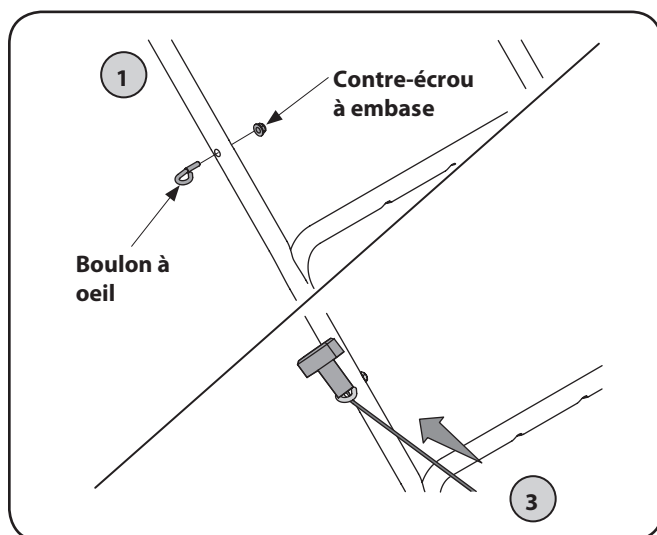

Figure 3-8
1. Installez le boulon à œil dans le guidon supérieur et filetez le contre-écrou pour le maintenir, sans toutefois serrer. Ne serrez pas. Voir la Figure 3-8.
3. Faites passer la corde dans le boulon à œil. Voir la Figure 3-8.